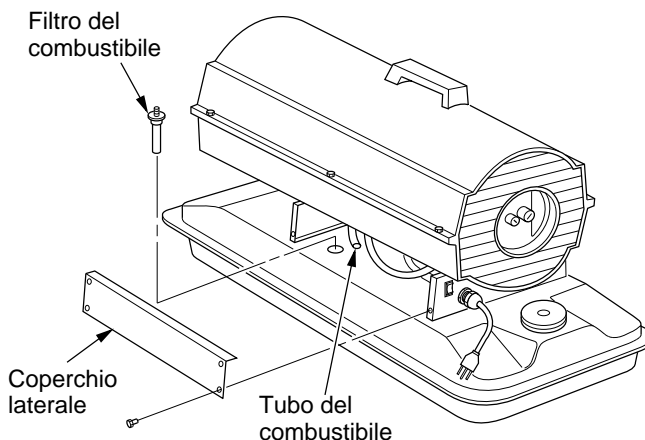

Figura 9. Rimozione del filtro del combustibile (modello GK20)
3. Estrarre le quattro viti del coperchio laterale usando una chiave a tubo da 5/16 di pollice e togliere il coperchio (vedere la Figura 9 o 10 a pagina 9).